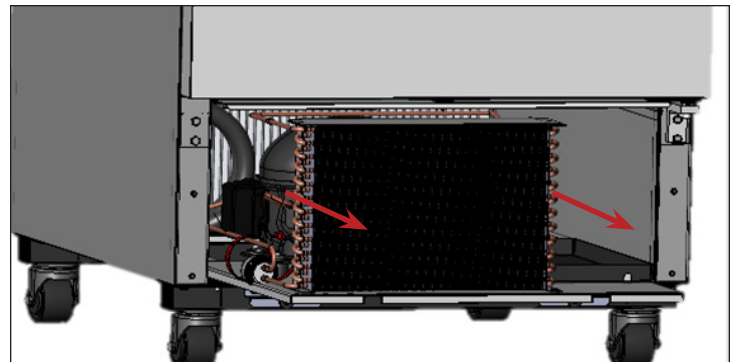

Abb. 6. Die Verflüssigereinheit vorsichtig herausziehen.
7. Schieben Sie den Verflüssiger vorsichtig heraus (die Schlauchverbindungen sind flexibel). Siehe Abb. 6. Die Spule vorsichtig mit Druckluft oder CO₂ durchblasen, bis sie sauber ist.